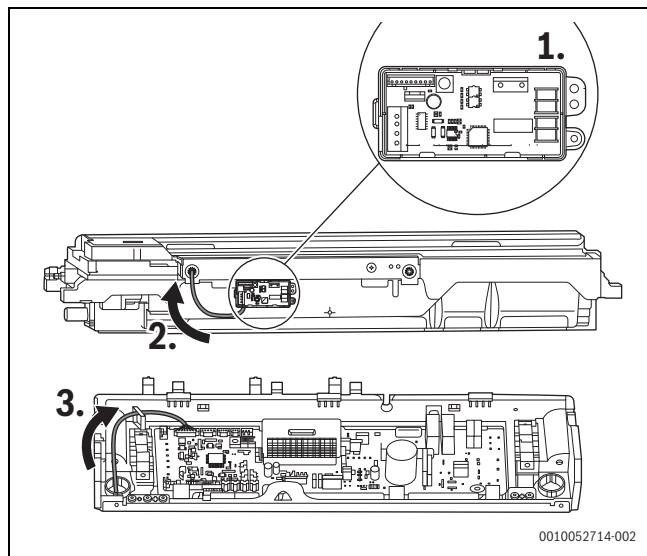

Fig. 3
3. Fixați kitul de comunicare utilizând 10 șuruburi ST3.9 și treceți cablul de conectare prin orificiul pentru tensiune scăzută până la capătul corespunzător extins CN18 al plăcii de bază (Fig. 3).